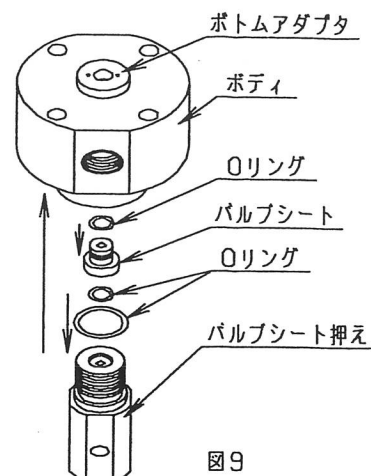

図9
- ⑪ バルブシート及びバルブシート押えにOリングを取付け、ボディに組込みます。バルブシート押えの締付トルクは240N・mです。(図9)
- ⑫ ピストンケースに組込まれたピストンにバルブを入れ、C型止め輪で固定します。